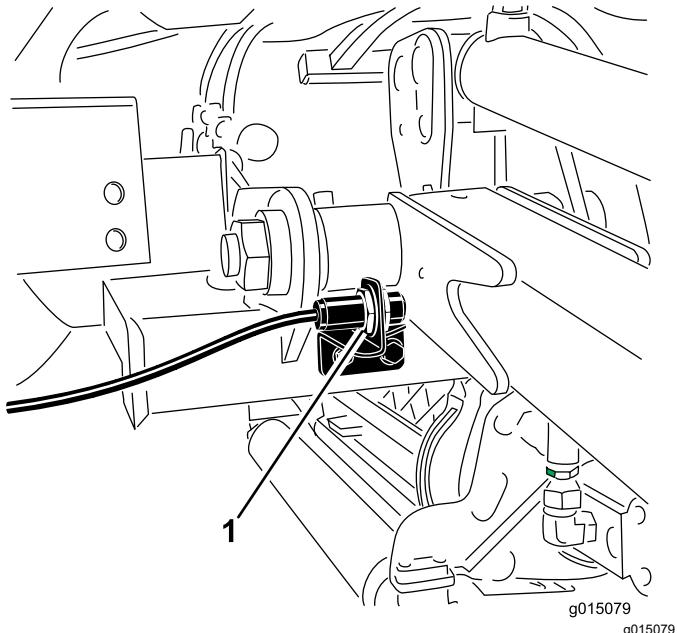

Figura 73
- El interruptor del brazo de elevación está situado detrás del brazo de elevación delantero derecho (Figura 73).
- Afloje los tornillos de montaje del interruptor (Figura 73) y mueva el interruptor hacia arriba para aumentar la altura de giro del brazo de elevación, o hacia abajo para reducir la altura de giro del brazo de elevación.